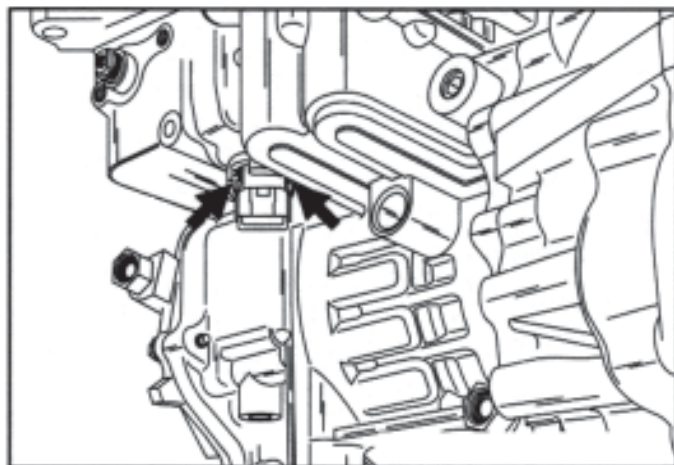

Figura 157
13. Instale um "O-Ring" novo no conector do chicote interno, lubrifique e instale o chicote interno através da cavidade da carcaça até encaixar as aletas, conforme ilustrado na Figura 157.